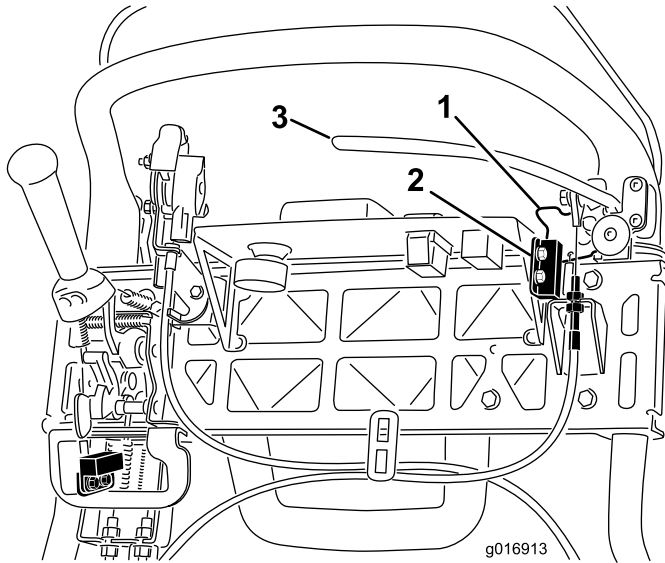

Figura 40
4. Desaperte as juntas de montagem do interruptor de segurança (Figura 40).
5. Coloque uma cunha de 1,6 mm entre o bloqueio do travão de estacionamento e o interruptor de segurança (Figura 40).
4. Para aumentar a tensão do cabo, desaperte a porca de bloqueio do cabo dianteiro e aperte a porca de bloqueio do cabo traseiro (Figura 40) até que seja obtida uma força de 156 N, de maneira a que se possa engatar o travão, é necessário para soltar o bloqueio do travão de estacionamento. Não ajuste demasiado ou poderá prender o travão de estacionamento.